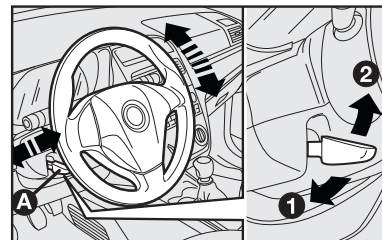

fig. 14
VOLANTE - fig. 14
- 1) Desplace la palanca **A** hasta la posición **1-fig. 14**.
- 3) Vuelva a poner la palanca en la posición **2-fig. 14** para trabar nuevamente el volante.